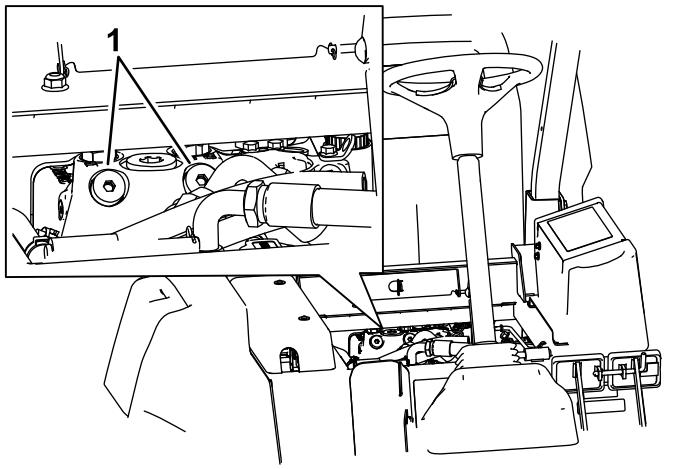

Figure 37
1. Soulevez le siège et localisez les vannes de dérivation qui sont situées sous l'avant du réservoir de carburant (Figure 37).